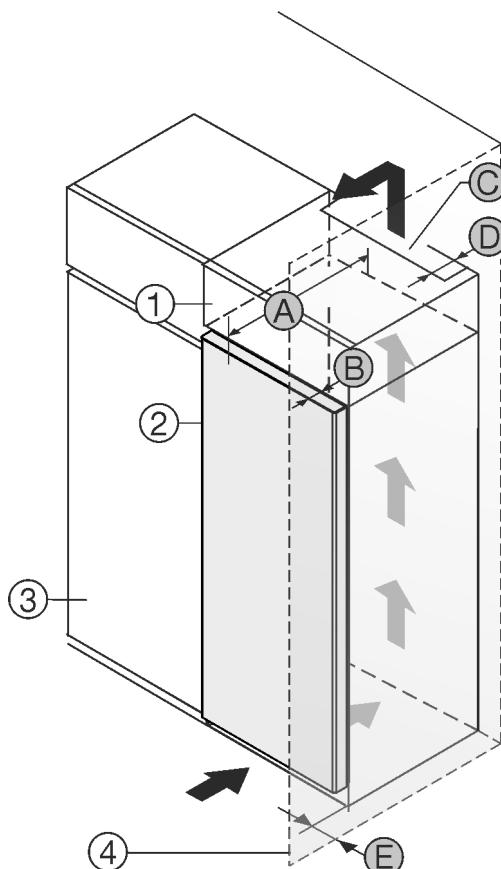

Fig. 1
- (1) Viseći ormar *
- (2) Uređaj *
- (3) Kuhinjski ormar *
- (4) Zid *
- (A) Dubina uređaja *
Uređaj možete postaviti neposredno pored kuhinjskog ormara Fig. 1 (3).*
Na stražnjoj strani visećeg ormara treba postojati otvor za odzračivanje dubine Fig. 1 (D) po cijeloj širini visećeg ormara.*
Ispod stropa prostorije treba poštovati ventilacijski presjek Fig. 1 (C).*
Kada se uređaj postavlja s okovima pored zida Fig. 1 (4), razmak između uređaja i zida mora iznositi najmanje 13 mm.*
Kada se uređaj postavlja s okovima pored zida Fig. 1 (4), razmak između uređaja i zida mora iznositi najmanje 20 mm.*
Kako biste vrata mogli potpuno otvoriti, uređaj mora biti za dubinu vrata Fig. 1 (B) ispred u odnosu na prednjicu kuhinjskog ormara. Ovisno o dubini kuhinjskih elemenata Fig. 1 (3) i uporabi zidnih odstojnika, uređaj može i dalje stršati.*